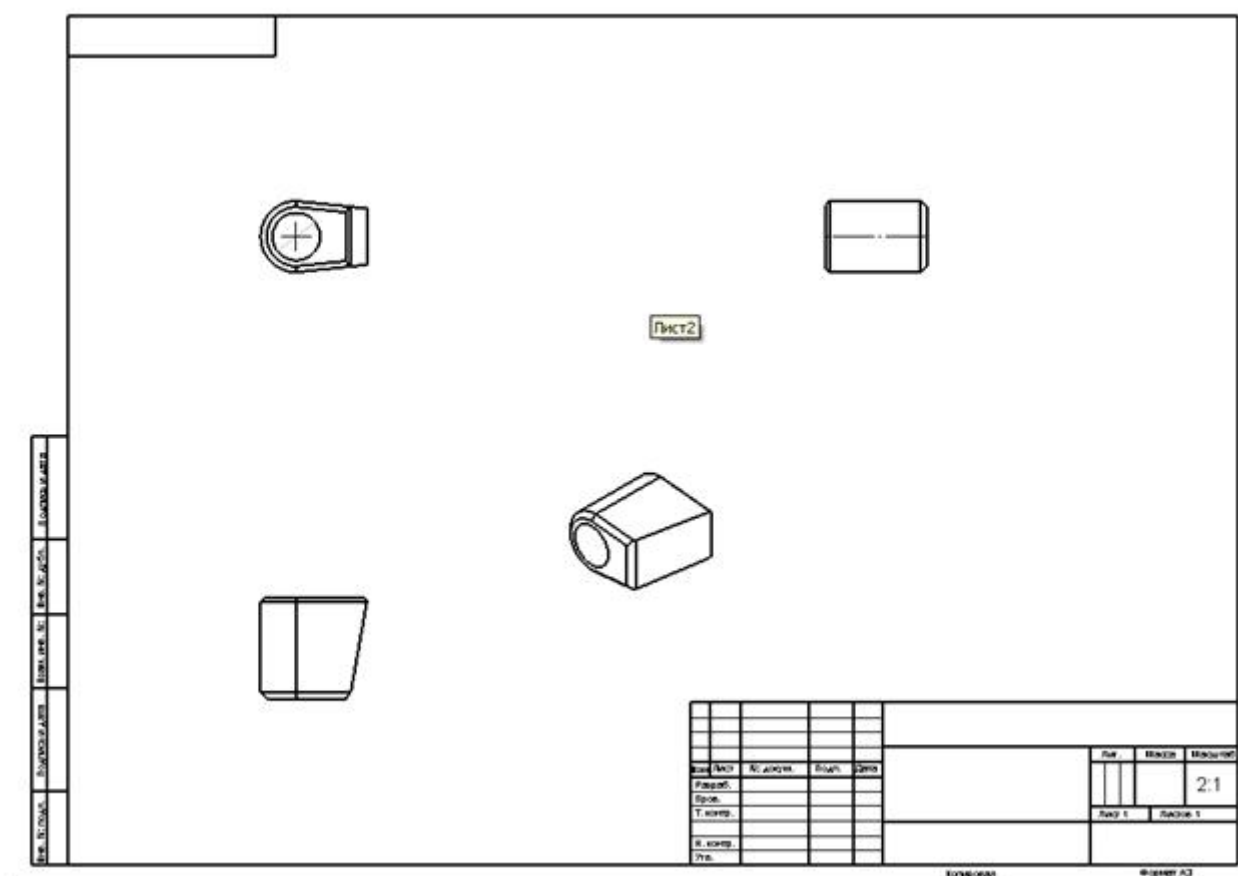

Рис. 8
4. Нажмите **Чертежный вид 4** и перетащите его в то местоположение, которое показано на рис. 8. Для изометрического вида условий выравнивания не задано. Вид может перемещаться в любую сторону.